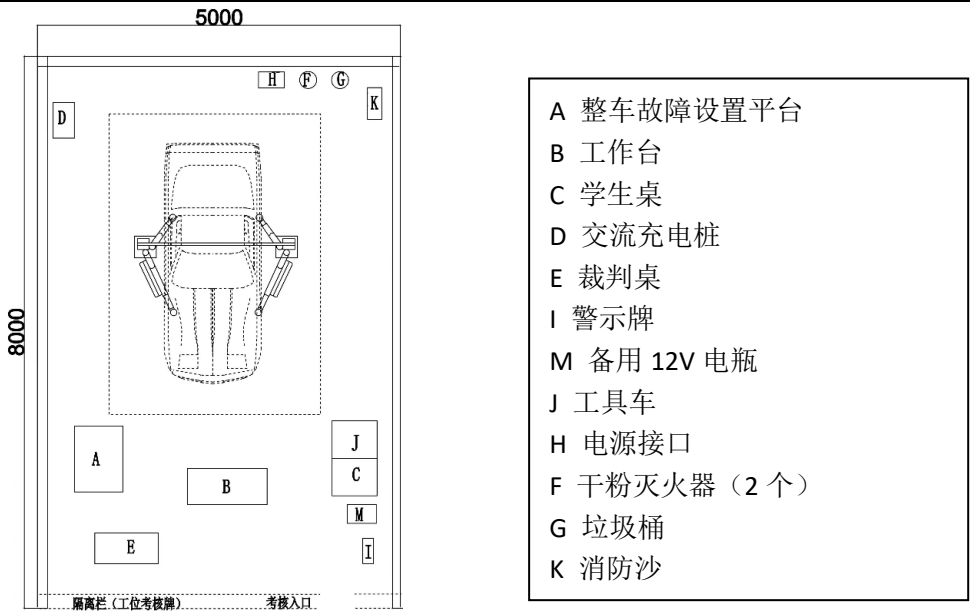
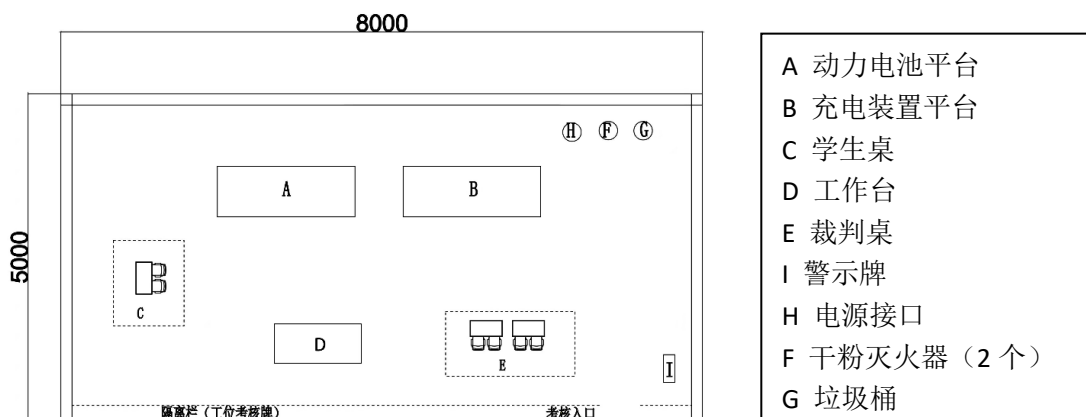

图 2 模块 1 工位布置图
图 3 模块 2 工位布置图
2. “模块 1 新能源汽车电动化系统检修”每个工位占地面积 40 m²，提供 220V 交流电，插座带漏电保护器和接地保护，能承载功率 7kw、电流 32A 以上；“模块 2 新能源汽车动力电池及充电装置检修”每个工位占地面积 40 m²，提供 220V 交流电，插座带漏电保护器和接地保护，能承载功率 7kw、电流 32A 以上；竞赛场地净空高度不低于 4.2m，面积和比赛工位设置如表 2（比赛工位数根据最后报名参赛队数量调整），实操竞赛工位布置如图 2-图 3。